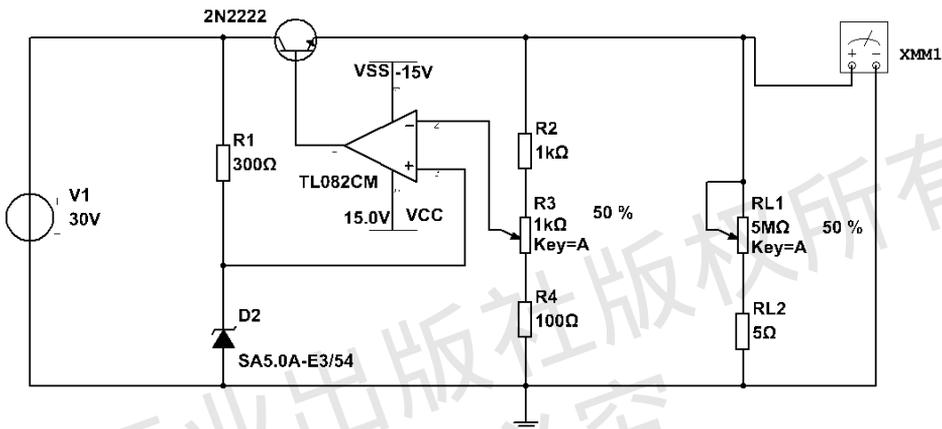

图 1-23 串联型稳压电路仿真测试图
(1) 串联型稳压电路仿真图如图 1-23 所示，按图 1-23 绘制串联型稳压电路的仿真测试电路。